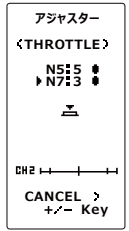

図 2
つぎにニュートラルアジャスタースイッチを 7:3 の状態にします。(次ページ参照) ニュートラルの設定画面 (図 2) の状態で、スロットルスティックを上下方向に軽く弾いた後、スティックに触れない状態で ① ボタンを押します。